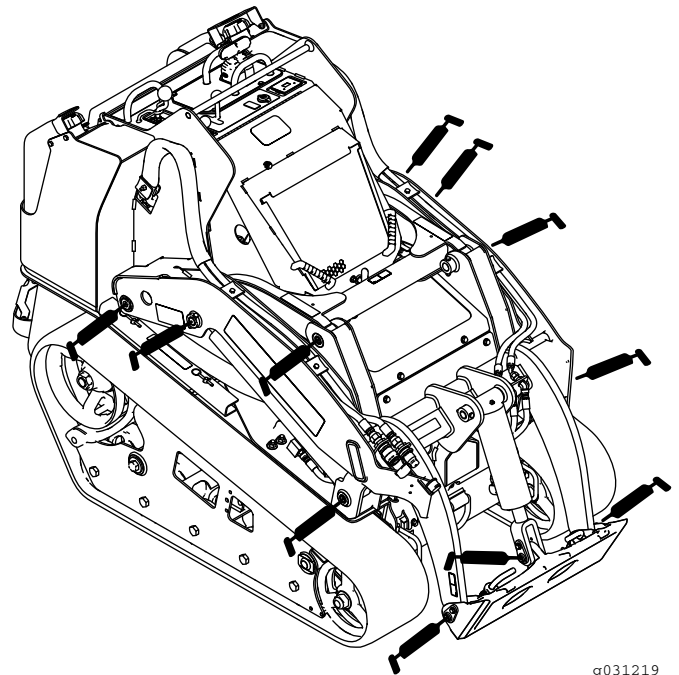
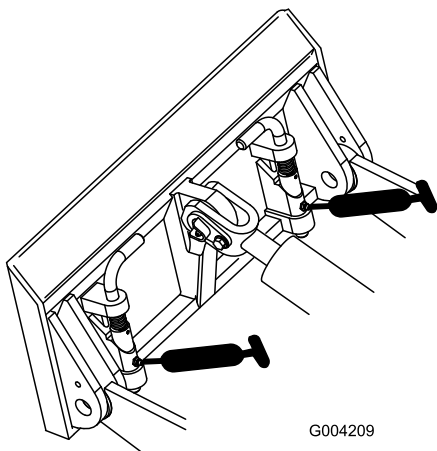
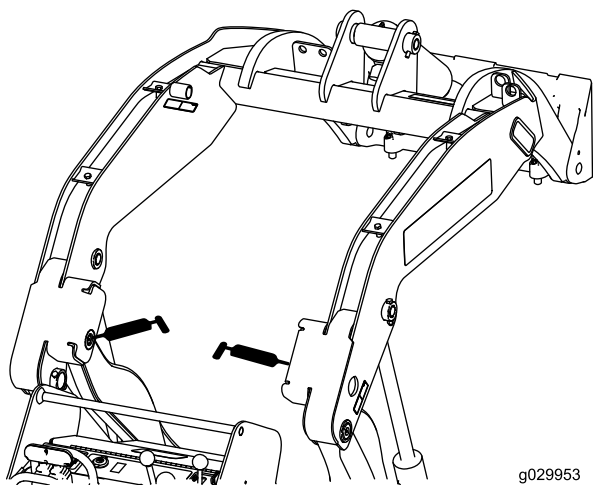

Figura 41
Figura 42
Figura 43
3. Conecte una pistola de engrasar a cada punto de engrase (Figura 41, Figura 42, y Figura 43).
Nota: Eleve los brazos de carga antes de aplicar grasa a los engrasadores indicados en Figura 43.